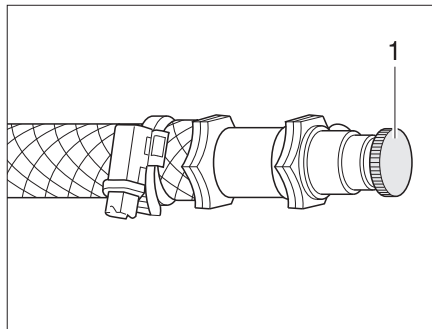

Fig. 155 Valvola di sfiato del riscaldamento ad acqua calda
- Aprire la valvola di sfiato (Fig. 155,1) e lasciare uscire tutta l'aria presente nel circuito.